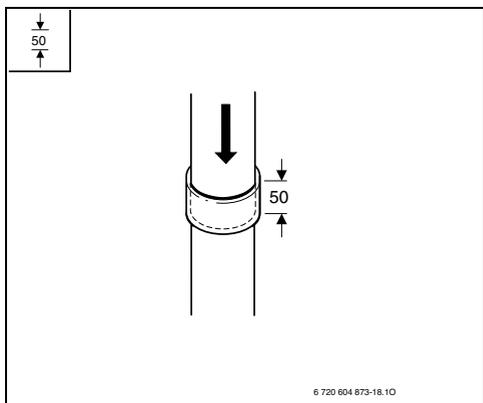

Рис. 30
► Установите дымовой комплект полностью на место (в данном случае глубина установки 50 мм) (Рис. 30).